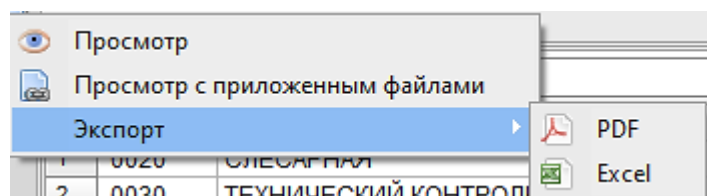

Рисунок 9 – Выпадающий список
- печать «Маршрутной карты». При нажатии на ПКМ открывается выпадающий список (Рисунок 9 – Выпадающий список). С помощью кнопки «Просмотр» открывается отчет маршрутной карты с текущими изменениями. Кнопка «Просмотр с приложенными файлами» открывает отчет в формате *.pdf* и в конце маршрутной карты добавляет все файлы, прикрепленные к операциям. С помощью кнопки «Экспорт» можно сохранить текущую маршрутную карту в формате *.pdf* или *.xls*.